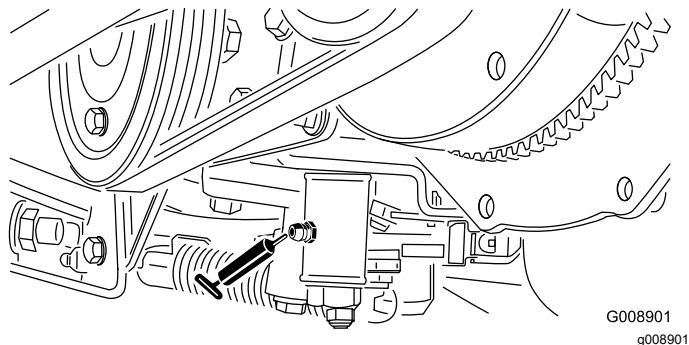

Рисунок 45
- Механизм регулировки нейтрали (Рисунок 45)